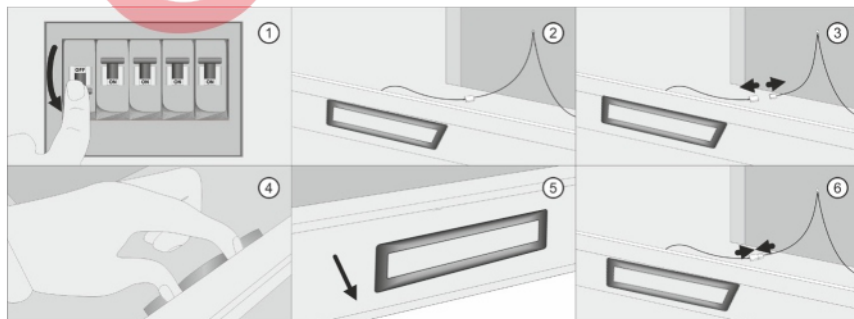

Рис. 15 Замена ламп освещения
Перед заменой ламп следует отключить изделие от сети питания. (Рис. 15. 1)
1. Поднять стекло вытяжки и извлечь жировой алюминиевый фильтр; (Рис. 15. 2)
тания лампы, нажав на фиксатор на нем; (Рис. 15. 3)
3. Изнутри вытяжки нащупать две фиксирующие пластины лампы, сжать их пальцами и вытолкнуть лампу вниз; (Рис. 15. 4, 5)
4. Установить новую лампу того же типа и характеристик (2В, 1,5Вт), и последовательно подключить к питанию. (Рис. 15. 6)